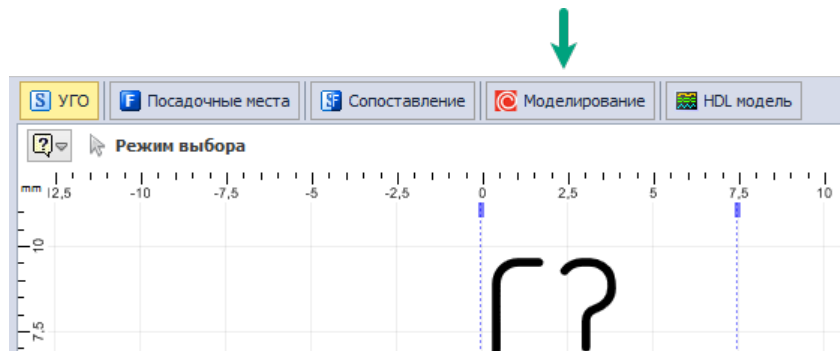

Рис. 299 Переход к созданию Spice-модели
1. В редакторе компонента перейдите во вкладку «Моделирование», обозначенную кнопкой  Моделирование, см. Рис. 299.